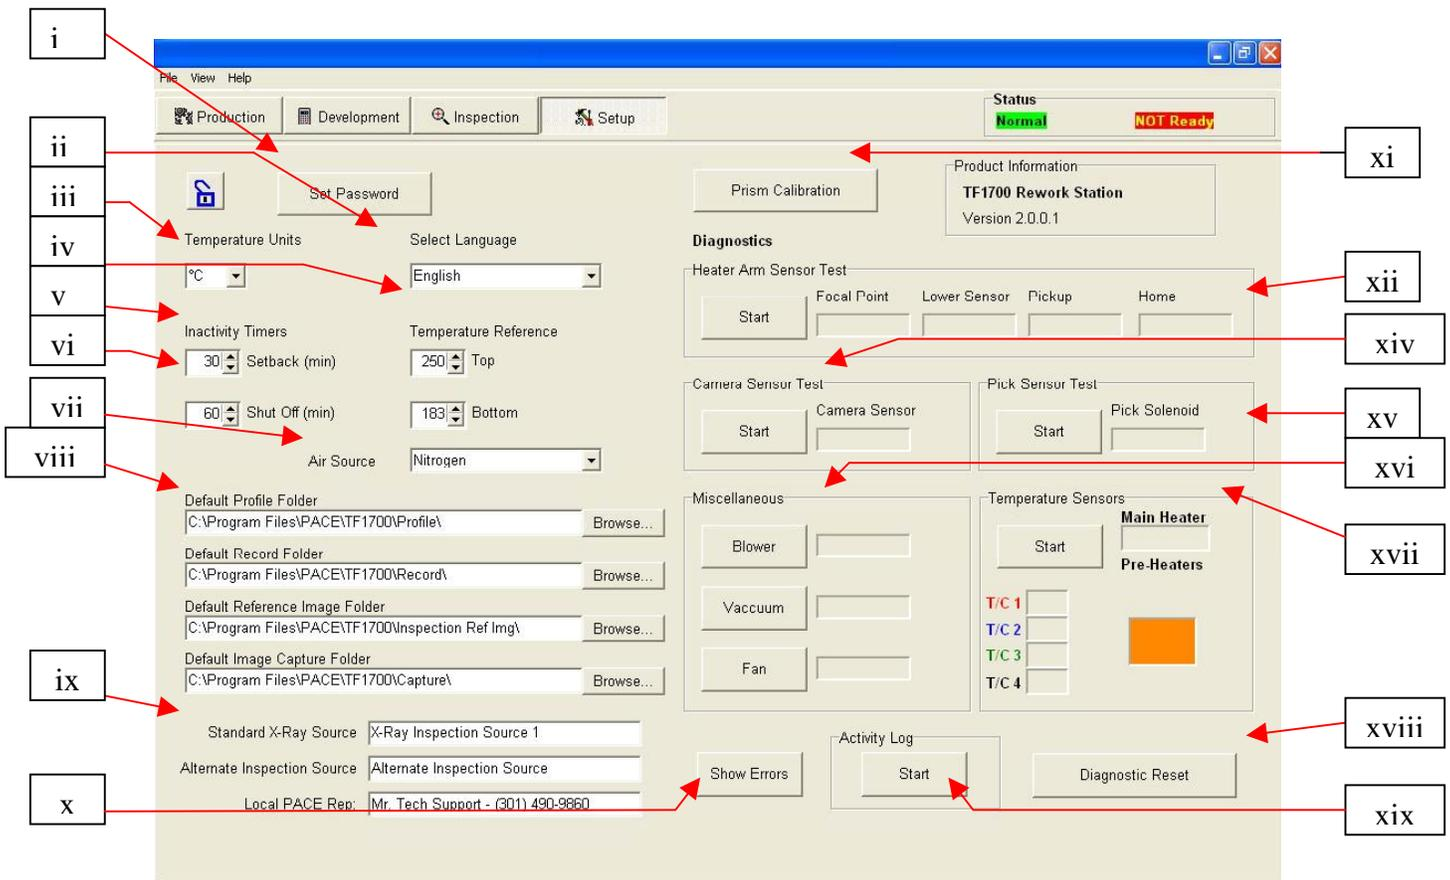

Abbildung 4a
e. Funktionen des Konfigurationsbildschirms der Software. (Abbildung 4a)